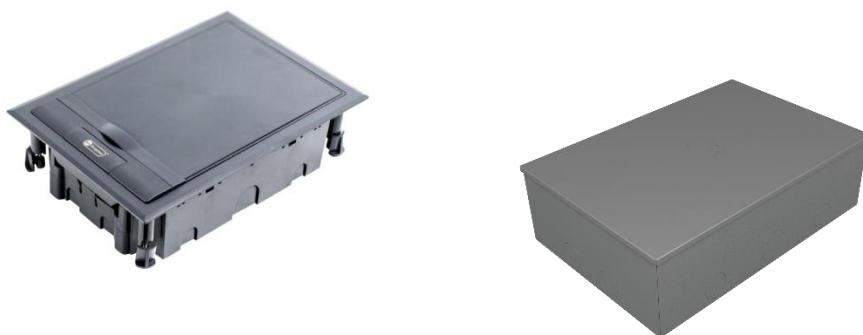

Рис. 1
- комплектация - люк с коробкой и суппортом, монтажные зажимы с винтами (*Рис. 1*).
- Для монтажа люка в наливной пол применяются металлическая коробка с крышкой для заливки в пол (арт. 70161) и уплотнительные втулки (*Рис. 1*). В комплект поставки коробка со втулками не входит.